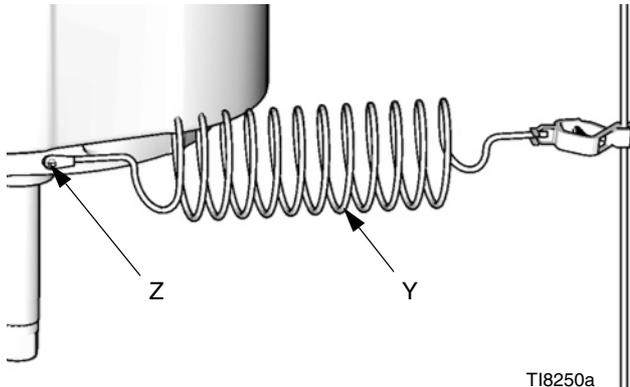

FIG. 1. Cable de conexión a tierra
Bomba: use un cable y una abrazadera de conexión a tierra. Vea la FIG. 1. Quite el tornillo verde de conexión a tierra (Z) de la parte inferior del motor neumático. Inserte el tornillo a través del bucle del extremo del cable de conexión a tierra (Y) y vuelva a colocar el tornillo en el motor neumático. Conecte la abrazadera de conexión a tierra a una tierra verdadera. Pida la pieza Nro. 244524, cable y abrazadera de conexión a tierra.